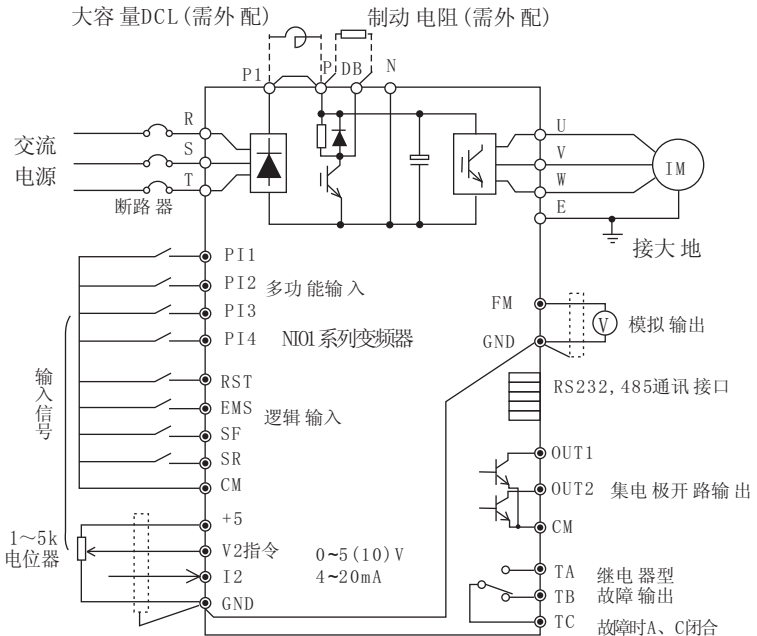

图6 标准接线图
- a. 请按图6标准接线确认输入、输出线是否接对，特别检查变频器的输出端子(U、V、W)不能接至电源，并确认接地端子(E)接地良好；